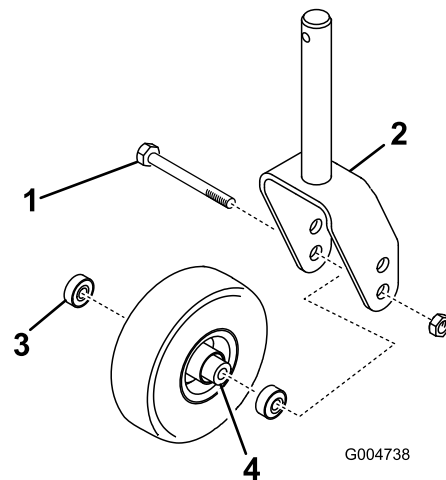
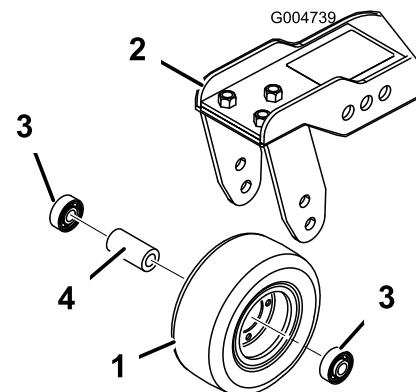

Bild 86
Bild 87
1. Entfernen Sie die Sicherungsmutter von der Schraube, mit der das Laufrad zwischen der Laufradgabel (Bild 86) oder dem Laufradgelenkarm (Bild 87) befestigt ist.
2. Entfernen Sie das Lager aus der Radnabe und lassen das Lagerdistanzstück herausfallen (Bild 86 und Bild 87).